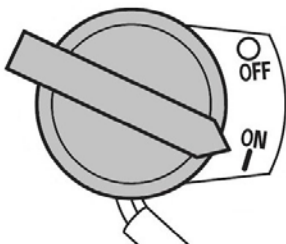

Рис. 13 Выключатель зажигания
4. Выключатель зажигания переведите в положение «ON» (Включено) (Рис. 13).
2. Переведите выключатель зажигания в положение «OFF» (Выключено) (Рис. 13).
При возникновении аварийной ситуации, для экстренной остановки двигателя мотокультиватора переведите выключатель зажигания в положение «OFF» (Выключено) (Рис. 13).